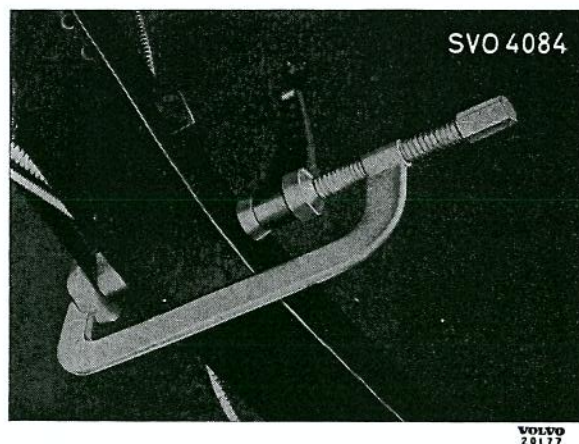

Bild 21. Montering av pedaler.
3. Sätt kopplingspedalen på axeln (7) samt skjut in denna på sin plats i ramen.
4. Sätt en gummihylsa (9) på bromspedalen på den mot ramen vända sidan. Smörj bussningen och sätt på axeln.
5. Montera därefter dragplåten (11). Pressa ihop det hela med tving SVO 4084, bild 21, och sätt fast låsringen (12).
6. Skruva i smörjnippeln (1) vid kopplingspedalsidan och proppen (13) i motsatta änden. Smörj med chassismörjmedel.